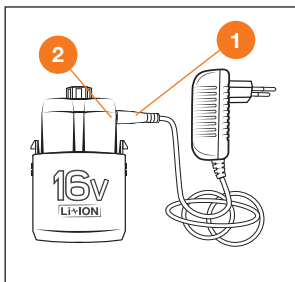
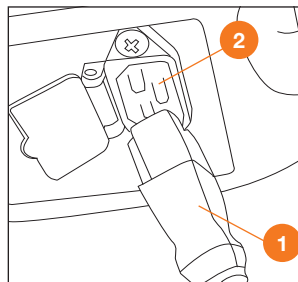

Рис. 12
Рис. 13
2. Для зарядки съемного аккумулятора вставьте штекер ❶ зарядного устройства в разъем аккумуляторной батареи ❷ (Рис. 12). Для зарядки встроенного аккумулятора вставьте шнур сетевого адаптера ❶ в разъем для зарядного устройства ❷ в корпусе опрыскивателя (Рис. 13). Индикатор на зарядном устройстве загорится красным светом, и начнется процесс зарядки.